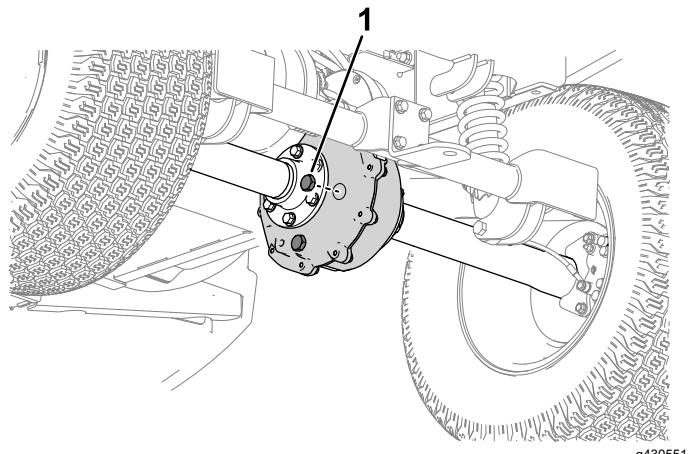

Bild 46
- Wenn der Ölstand niedrig ist, nehmen Sie die Füllschraube ab und füllen Sie die angegebene Ölsorte wie unter [Wechseln des Getriebeöls \(Seite 41\) angegeben] ein, bis das Öl aus dem Loch ausläuft (Bild 46).
- Entfernen Sie die Füllschraube am Getriebe (Bild 46).